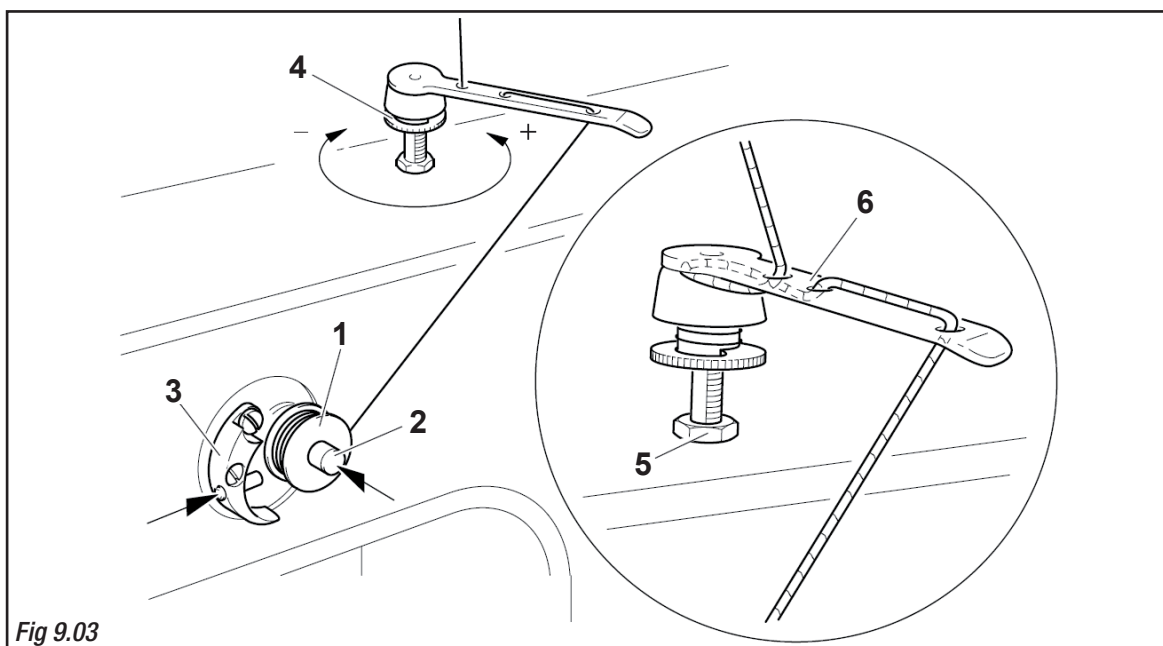

Fig 9.03
- Infilare il filo come da **Fig. 9.03** e avvolgerlo alcune volte in senso orario sulla spolina **1**.